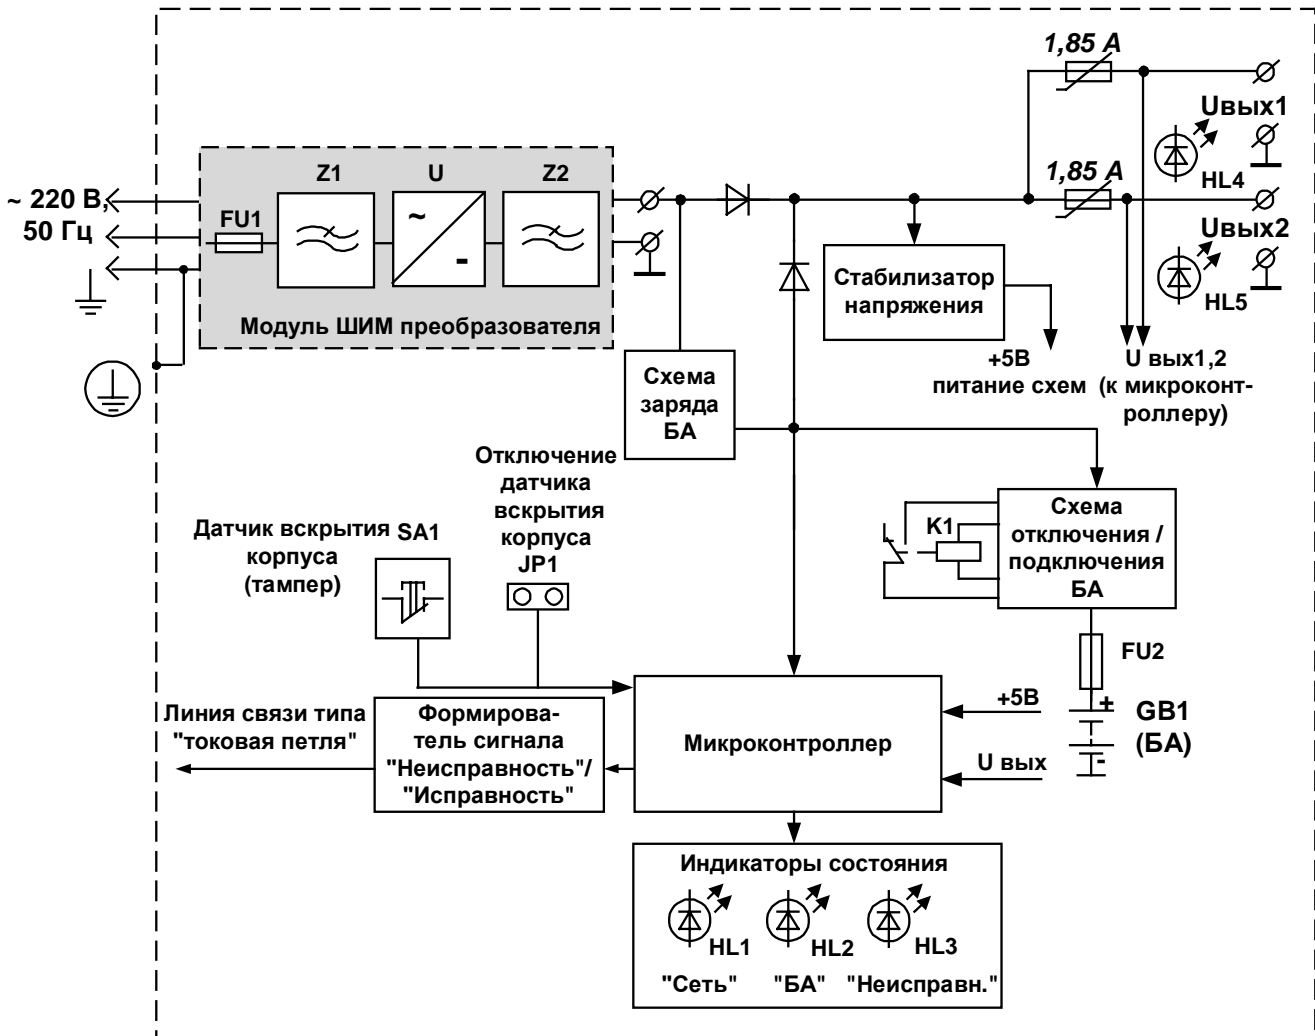
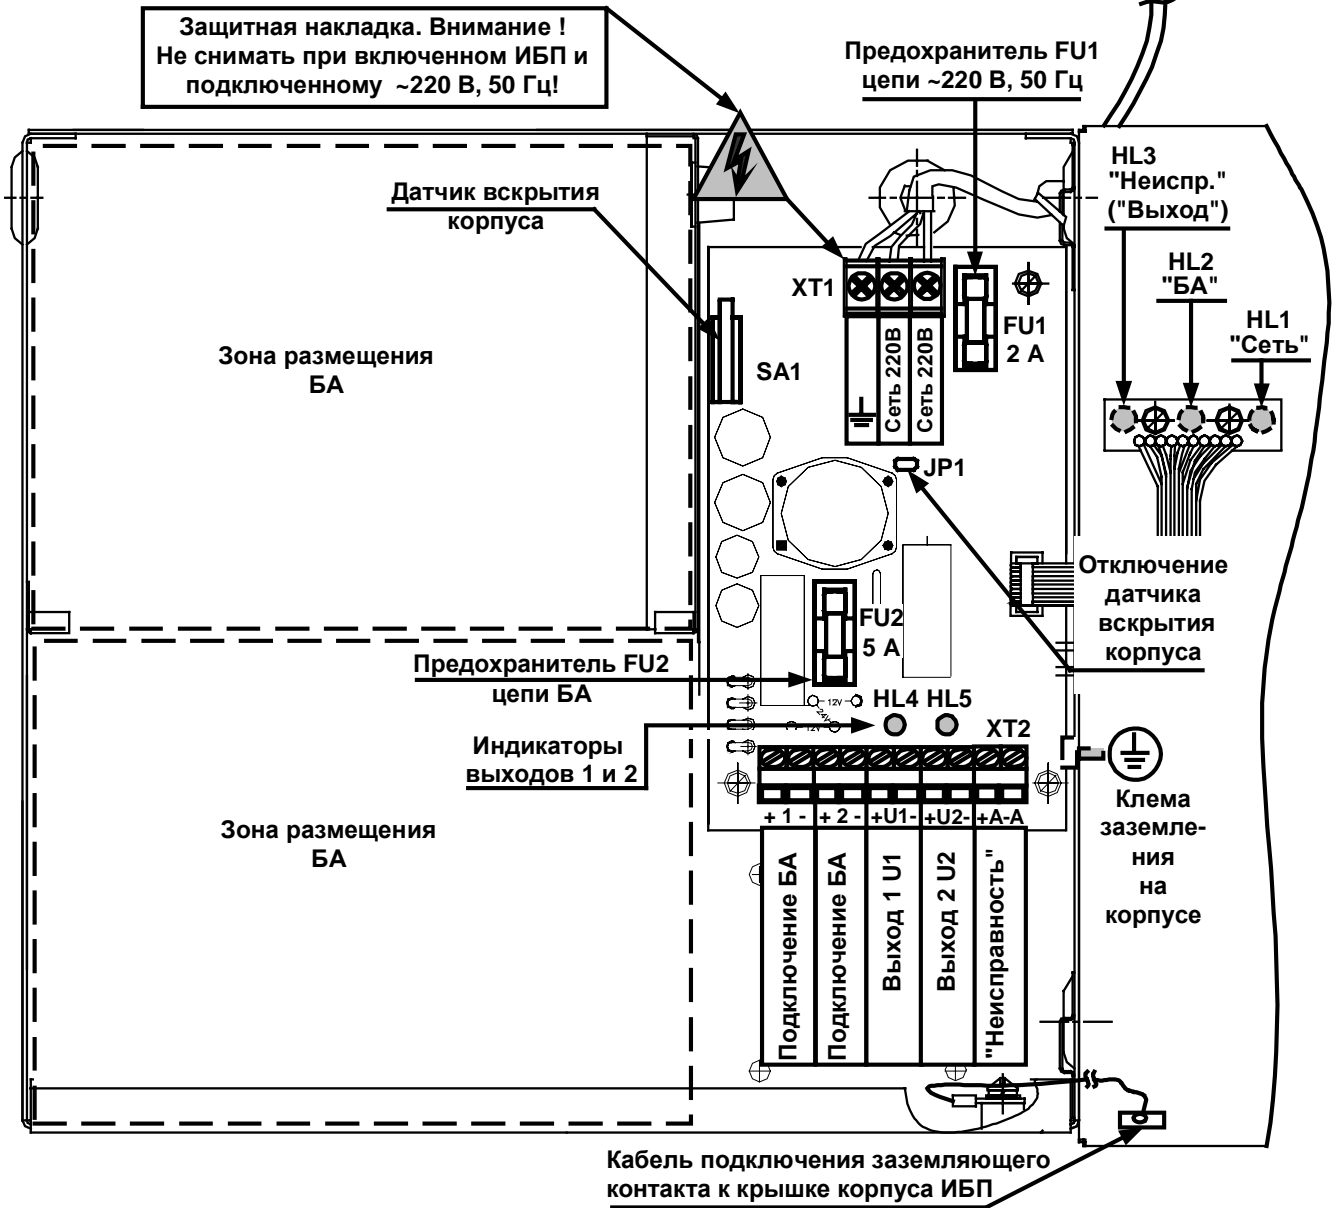
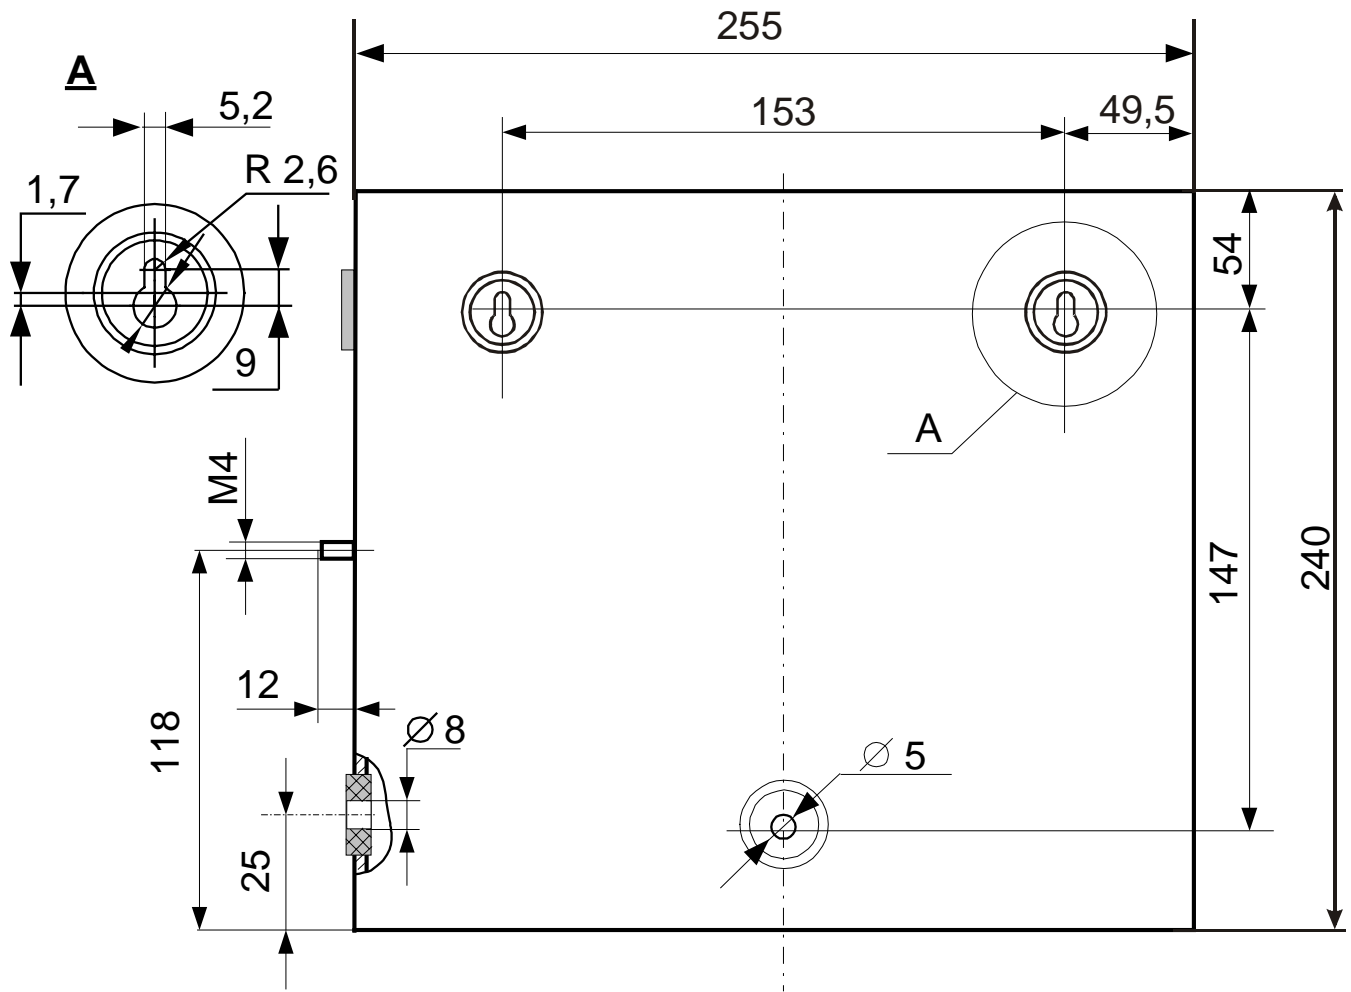

Рис. 1 Схема электрическая функциональная ИБП 12 / ИБП-24
Рис. 2 Внешний вид ИБП со снятой крышкой
Рис. 7 Присоединительные размеры ИБП 12 / ИБП-24 (справочные)
4.2 Электрическая функциональная схема ИБП представлена на Рис. 1. В ее состав входят следующие узлы и блоки:
Напряжение сети переменного тока подается на вход модуля ШИМ преобразователя (Рис. 1), плата которого расположена под платой с клеммами разъемов подключения (см. Рис. 2).
В состав модуля ШИМ преобразователя входят: входной фильтр **Z1**, импульсный преобразователь переменного напряжения питания ~220В, 50 Гц в постоянное **U** и выходной фильтр **Z2**. Входные цепи модуля питания защищены предохранителем **FU1** (2А), см. Рис. 2. Модуль обеспечивает гальваническую развязку от питающего напряжения переменного тока и выдает на выходе напряжение постоянного тока – 27,6 В(ИБП-24) или 13,6 В(ИБП-12).
Внешний вид ИБП со снятой крышкой показан на Рис. 2. Корпус блока имеет на боковых сторонах вентиляционные отверстия для отвода тепла. Габаритные и присоединительные размеры ИБП показаны на Рис. 7. Для обеспечения заземления корпуса ИБП предусмотрена заземляющая клемма с резьбой М4, расположенная на боковой поверхности основания корпуса. Соединение крышки и основания корпуса осуществляется проводником (цвет желто-зеленый) посредством разъема на внутренней стороне крышки корпуса. При снятии разъема (в случае необходимости), впоследствии соединение необходимо восстановить.
6.4.1 На месте установки ИБП крепится к стене или другим конструкциям в вертикальном положении. При установке необходимо следить за тем, чтобы не были закрыты вентиляционные отверстия по бокам другими устройствами или блоками. Присоединительные размеры ИБП приведены на Рис. 7.
6.4.6 Корпус ИБП должен быть обязательно заземлен! Подключение заземления ИБП производится медным проводом сечением не менее $1,5 \text{ мм}^2$ к винту на правой стороне корпуса или с помощью сетевой вилки с заземляющим контактом, вывод от которого присоединен к клемме заземления Рис. 2. В случае подключения заземления к винту корпуса – отключить провод заземления от клеммы \perp на разъеме ХТ1 и изолировать его.